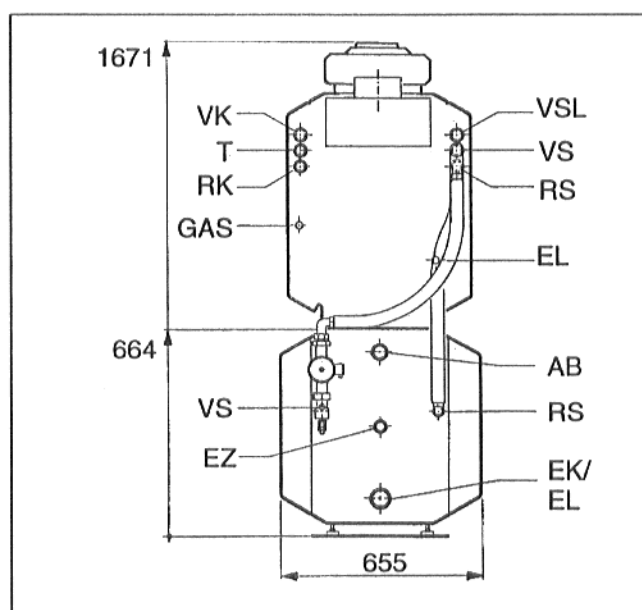

Fig. 2 Vista posteriore, collegamenti come nello stato di consegna
1. Come previsto nello stato di consegna secondo la Fig. 2.
Legenda relativa alle Figure 2 e 3: